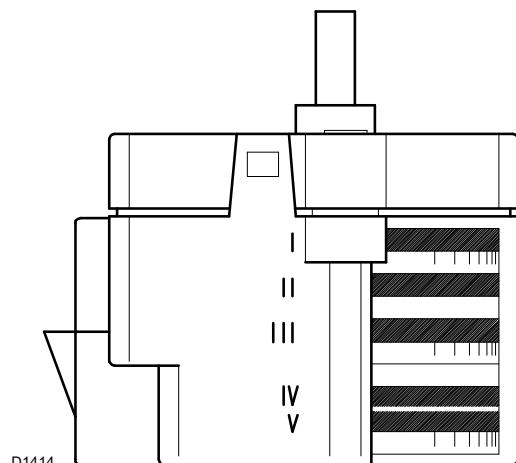

Fig. 22
- Came I:** Réglée sur 0° (position volet d'air fermé en pause). Pour avoir une ouverture partielle augmenter ce réglage (Fig. 22).